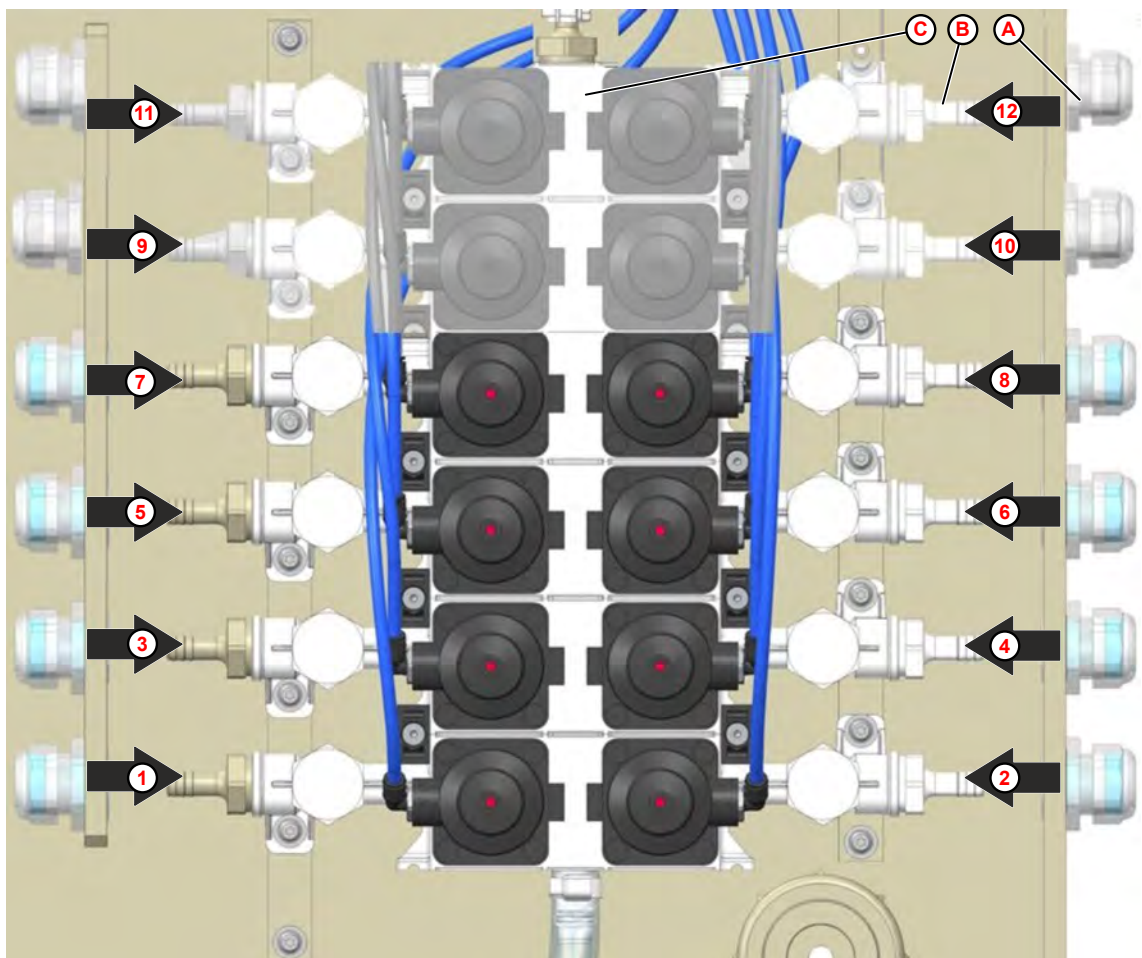

Abb. 6: Produktzuordnung
1. Die Schläuche der jeweiligen Produktausgängen durch die Zugenlastungsverschraubungen (Abb. 6 , Pos. A) führen.
2. Die Schläuche an die entsprechenden Schlauchnippel (Abb. 6 , Pos. B) des Ventilblockes (Abb. 6 , Pos. C) mit den beiliegenden Schlauchschellen anschließen.